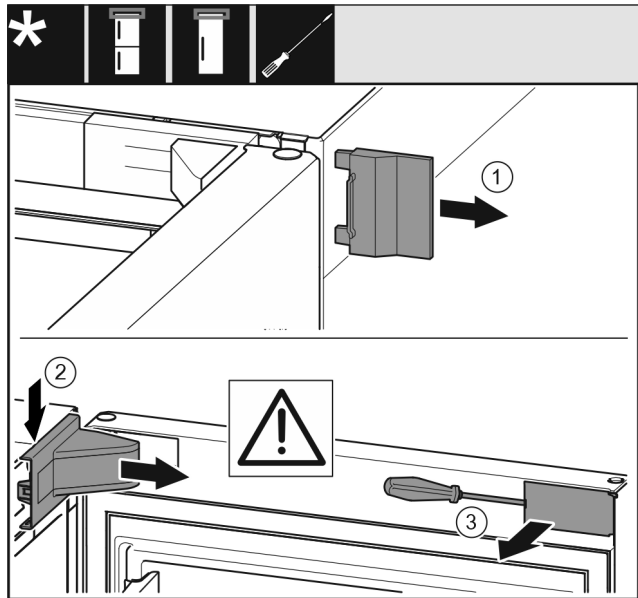

Fig. 12 *
- Äußere Abdeckung Fig. 12 (1) abnehmen.*
- Lagerbockabdeckung Fig. 12 (2) ausrasten und abnehmen.*
- Blende Fig. 12 (3) mit Schlitzschraubendreher ausrasten und zur Seite schwenken.*